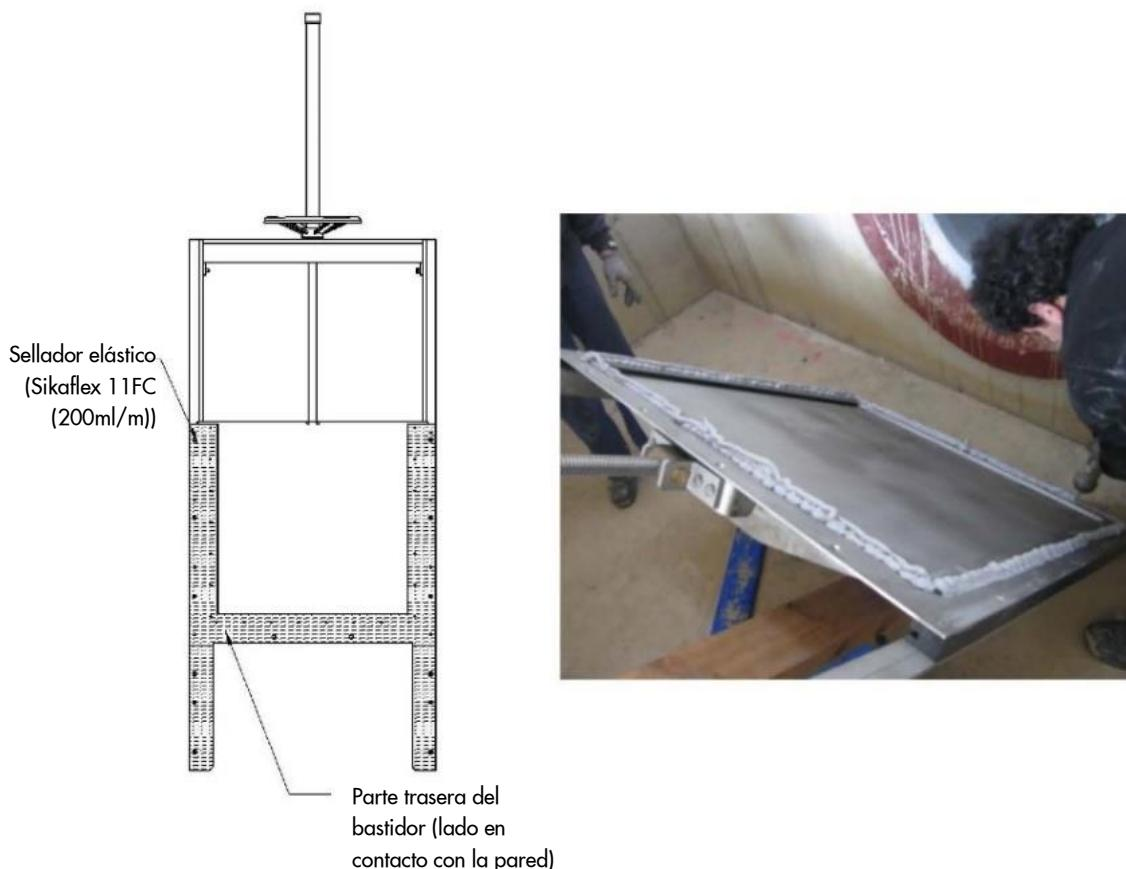

Figura 2
- Instalar un anclaje a cada lado de la compuerta (ver Figura 2). Una vez instalado el primer anclaje, y antes de taladrar el agujero para el anclaje del otro lado, asegurarse de que el bastidor está perfectamente nivelado